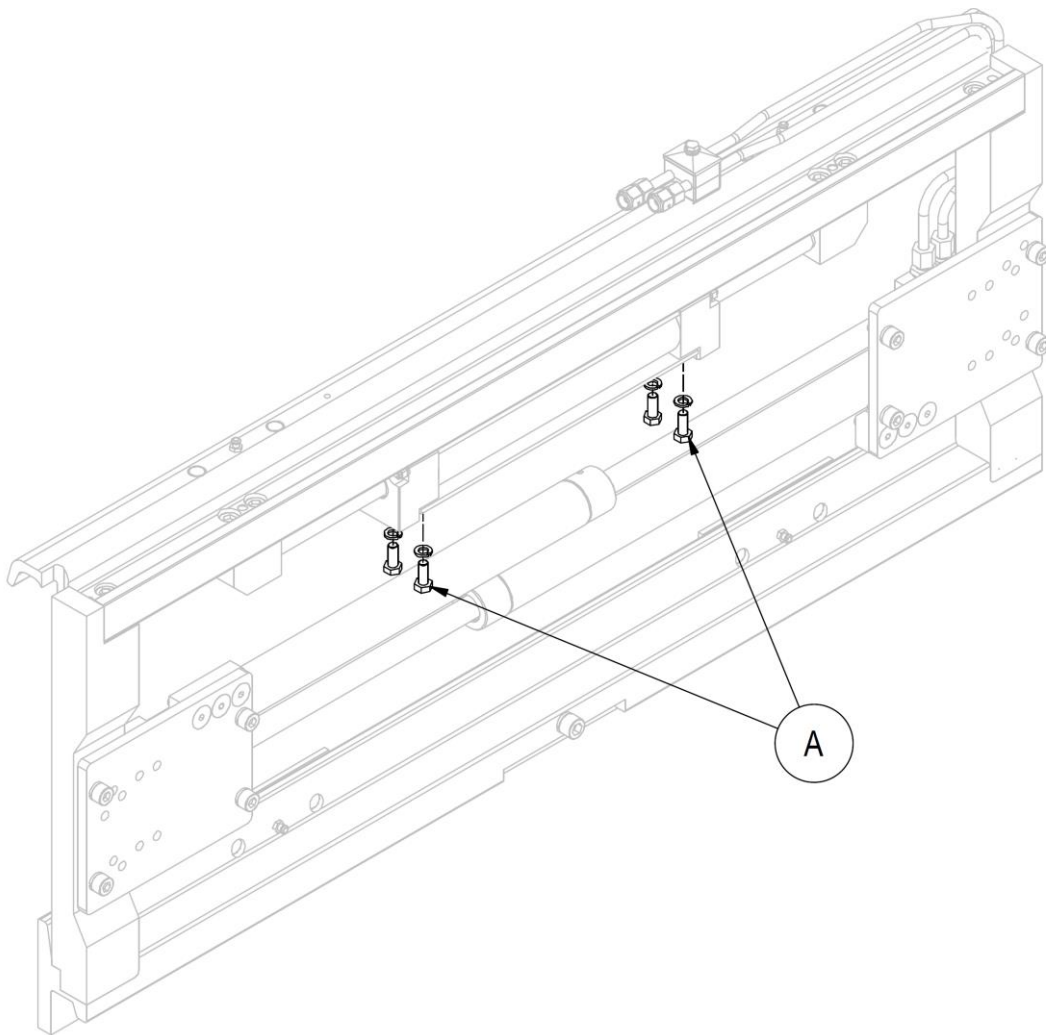

Figura 33
3. Rimuovere le viti **A** e sfilare il cilindro dalla sua sede (vedi *Figura 33*).